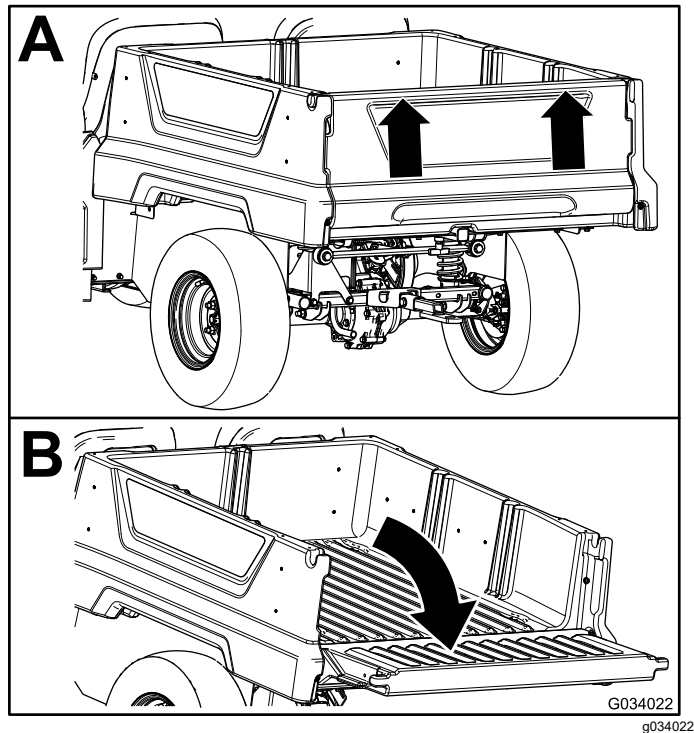

图 15
2. 使用双手抓住尾门上方的脊状边缘提起尾门图 15。
3. 将尾门放下直至与货箱底部齐平图 15。